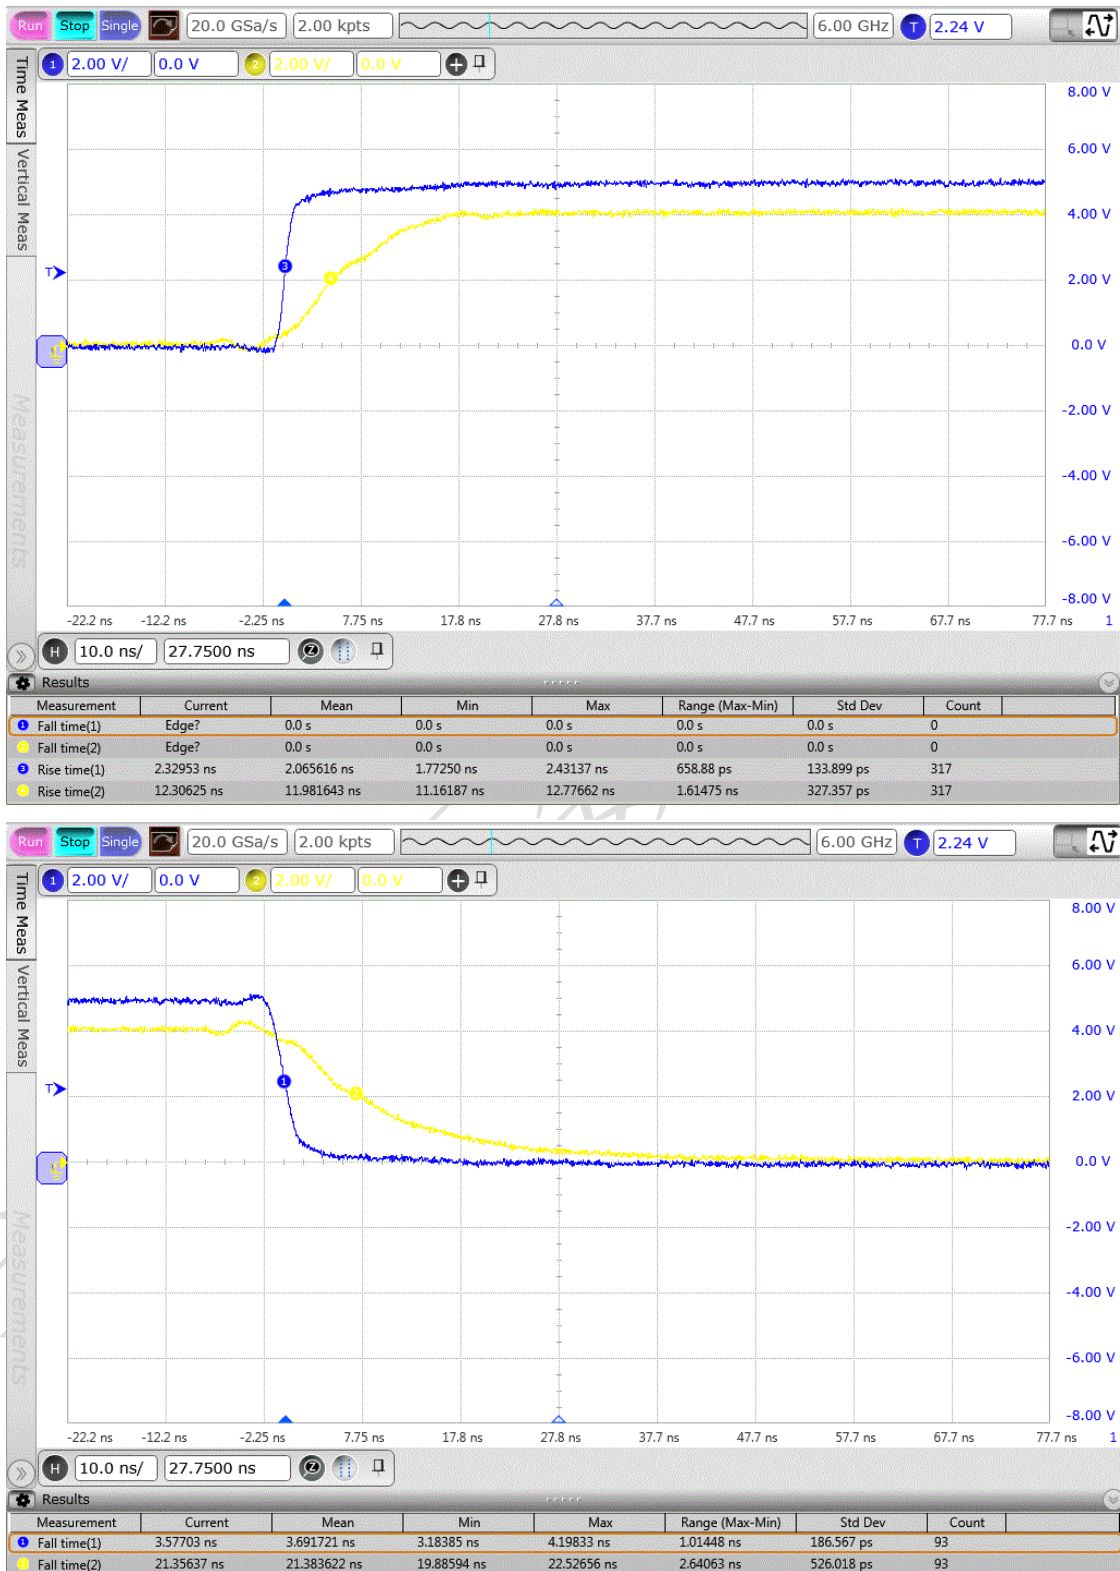

图 2-4-5 : 5V 输入驱动 ELF 器件上升/下降沿 @ $R=560\ \Omega$
■ 串接电阻  $R=560\ \Omega$ ，上升时间为 12ns，下降时间为 21ns，见图 2-4-5